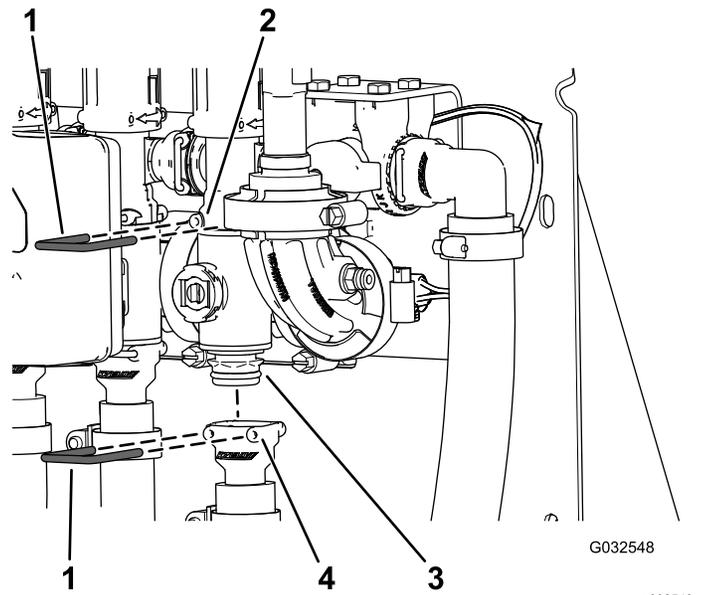

Figura 109
2. Retire la horquilla de retención que sujeta el colector de la válvula de sección al acoplamiento de desvío (Figura 109).